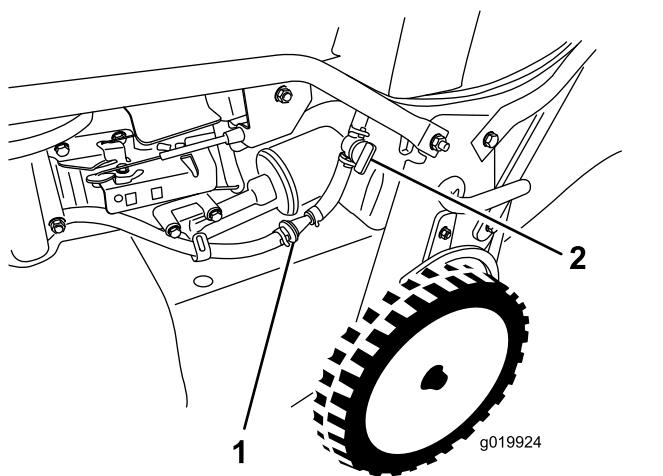

Figure 27
3. Fermez le robinet d'arrivée de carburant (Figure 27).
4. Déposez le filtre à carburant (Figure 27) de la conduite de carburant en desserrant les colliers qui entourent le filtre.